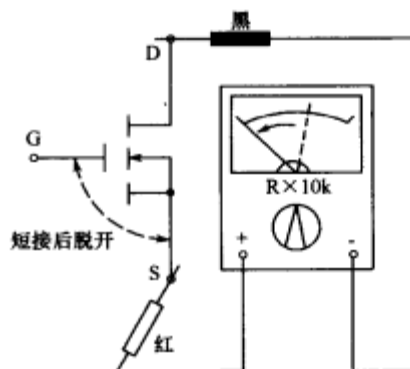

图 6-13 短接 VMOS 的 G、S 时的测试
(4)紧接上述操作,表笔不动,电阻值维持在某一数值,用镊子等导电物将 G 与 S 短接一下,给栅极放电,万用表指针应立即向左转至无穷大。具体操作如图 6-13 所示。